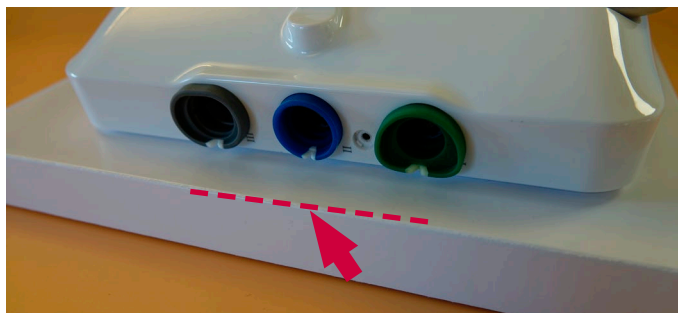

Figure 35 - Positionnement du boîtier arrière, en commençant par le côté où se trouvent les anneaux de couleur
- c) **Placer le boîtier arrière sur l'écran, en commençant par le côté où se trouvent les anneaux de couleur (Figure 35)**